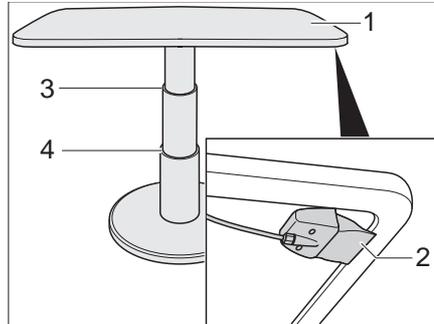

Fig. 59 Table à hauteur réglable de la dînette en U
- Tirer le levier de verrouillage (Fig. 59,2) vers le haut et le maintenir.
- Pousser le plateau de table (Fig. 59,1) au centre vers le bas jusqu'à la butée désirée (Fig. 59,3 ou 4).